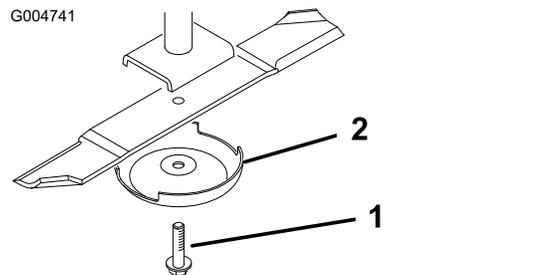

Рисунок 88
3. Снимите болт ножа, защитный колпак и нож с вала шпинделя (Рисунок 88).